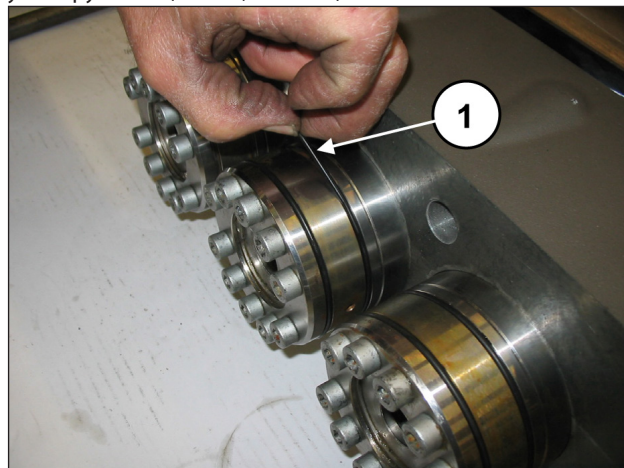
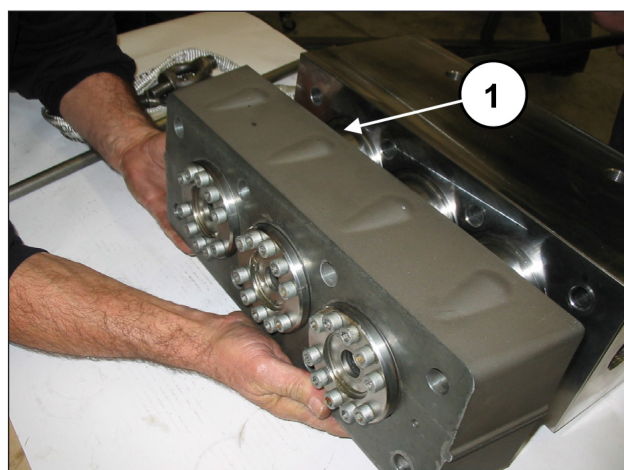

Рис. 110
Рис. 111
Снимите уплотнительные кольца круглого сечения с опор для уплотнений (поз. ①, Рис. 110) и распорку для рубашек с узлов рубашек (поз. ①, Рис. 111).